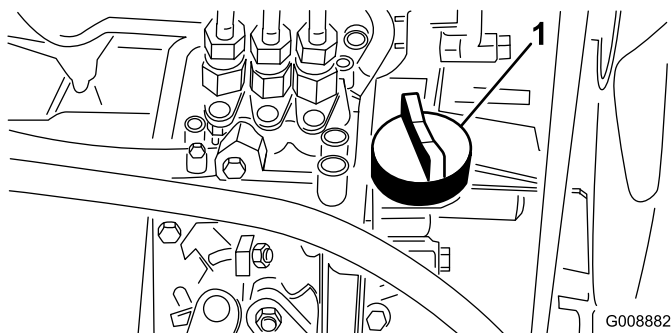

Рисунок 21
4. Если уровень масла низкий, снимите крышку маслозаливной горловины (Рисунок 21) и постепенно, небольшими порциями долийте масло, часто проверяя его уровень, пока он не достигнет метки Full (Полный) на измерительном щупе.